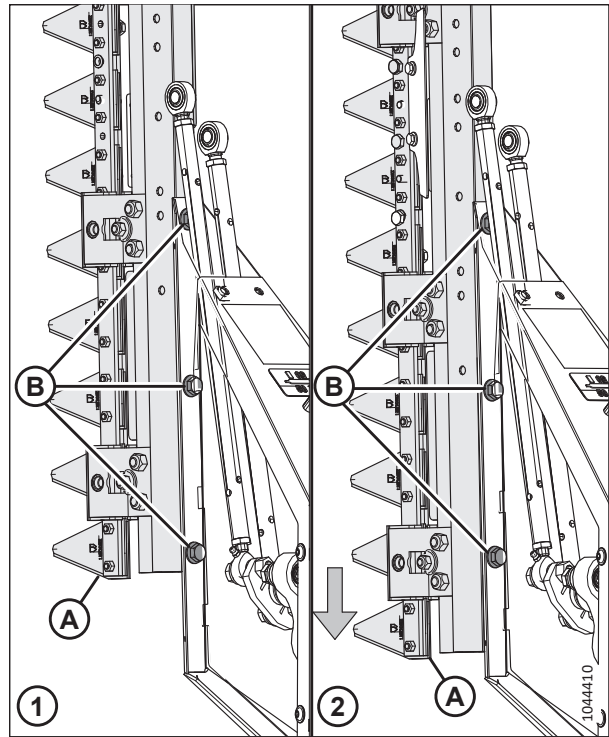

Figura 4.379: Regolazione della posizione delle lame
13. Sostenere il gruppo lame (A).
14. Rimuovere i bulloni e le rondelle (B). Pulire eventuali tracce di frenafili presenti sui bulloni.
16. Riposizionare il gruppo lame (A) finché i fori di configurazione corretta non si allineano con i fori sul telaio. Vedere la Figura 4.379, pagina 520.
17. Installare i bulloni (B). Serrare i bulloni alla coppia di 54 Nm (40 libbre forza per piede).